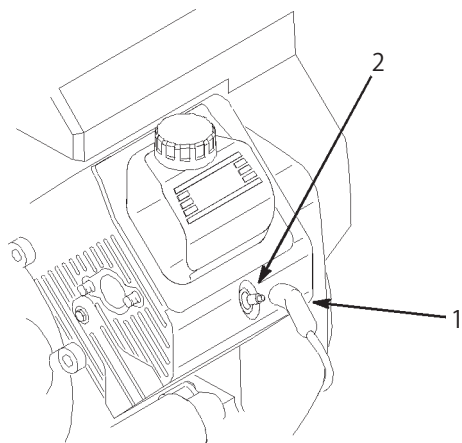

図58
3. 点火コード（図58）を抜き取る。
3. 点火コード (図58) を取り付ける。